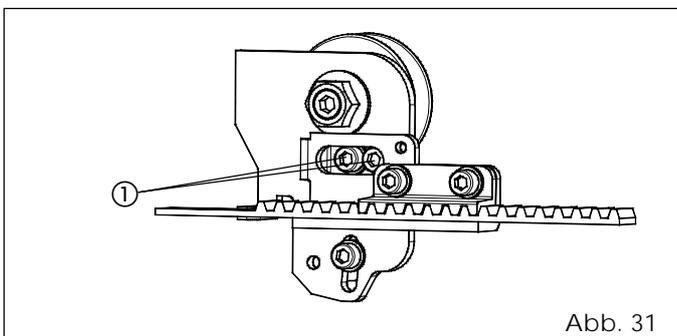

Abb. 31
- Die beiden Schrauben (Abb. 31 - Bez. ①) auf beiden Schlitten lockern.